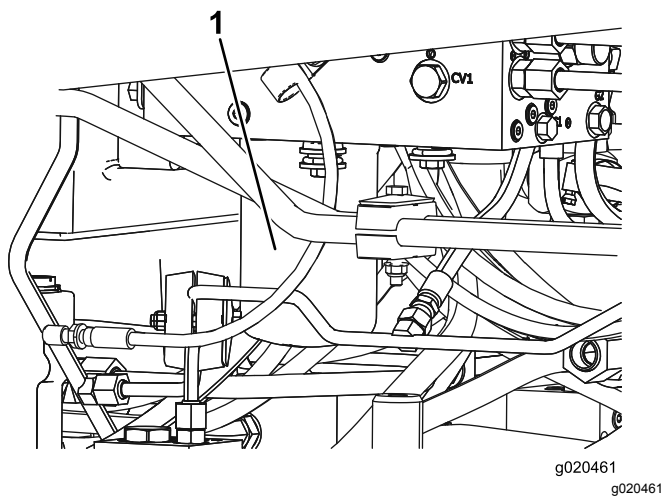

Figura 101
5. Repita o procedimento para o outro filtro (Figura 101).